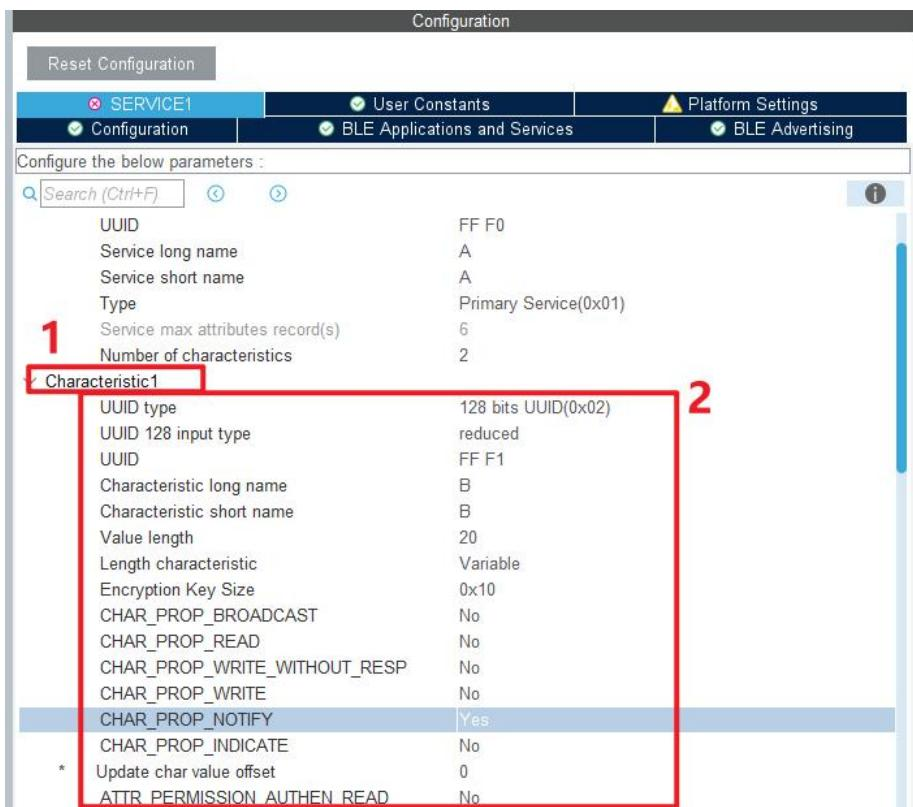

图 5.10
10. 如图 5.10 所示, 按照如图配置好 Characteristic1 参数。